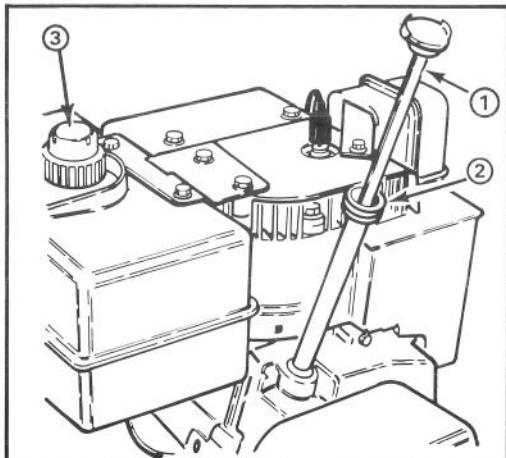

Figure 8
REMPLEISSAGE D'HUILE DANS LE CARTER (fig. 8)
1. Nettoyez autour du bouchon du réservoir d'essence (fig. 8). Retirez ce bouchon et remplissez le réservoir d'essence sans plomb en laissant un espace de 13 mm. Replacez le bouchon du réservoir.